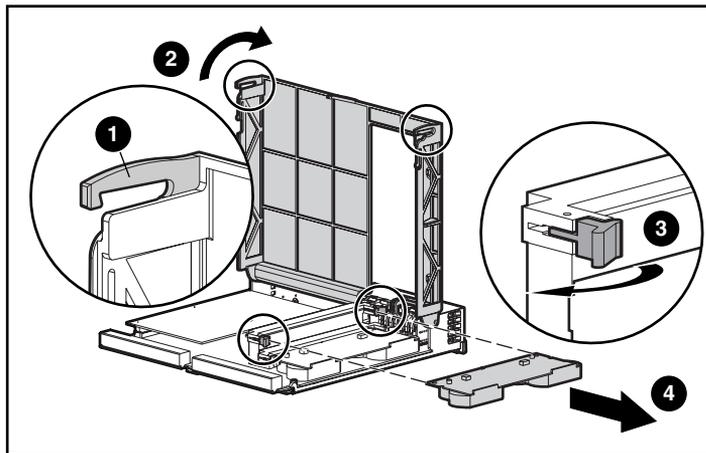

図3: キャッシュ モジュールを取り外す
3. 図3に示すように、MSA1000 コントローラ背面上のコントローラのカバークリップを外し①、カバーを持ち上げます②。
注記：図3は、コントローラの側面と背面が見えるようになっています。